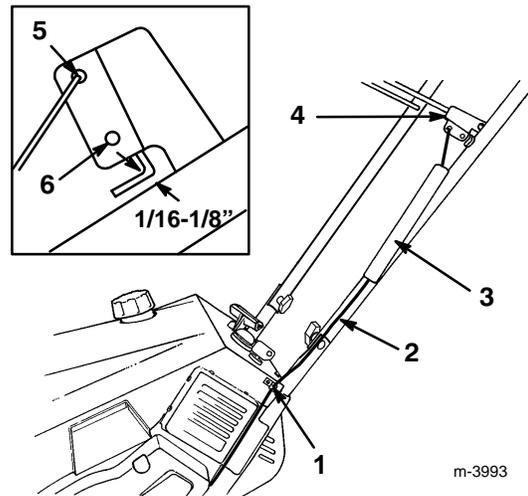

Abbildung 4
- Das Steuerkabel durch den Ring an der linken Seite der Schneefräse führen (Abb. 4).
4. Die Federabdeckung über die Feder und die Kabeleinstellvorrichtung schieben und das Federende durch das Loch am Ende der Federabdeckung drücken (Abb. 4).
5. Die Feder ins obere Loch des Fahrtriebshebelbügels haken (Abb. 4).
7. Darauf achten, daß zwischen Fahrtriebshebel und Griffbügel ein Abstand von 0,16 bis 0,32 cm (1/16–1/8") vorhanden ist (siehe Kasten in Abb. 4). Zur Einstellung dieses Abstands siehe *Einstellung des Steuerkabels* auf Seite 16.